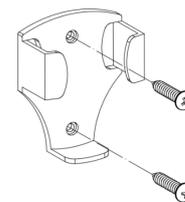

Abb. 10a
1. Suchen Sie eine geeignete Wand, um dort die Wandhalterung der Fernbedienung mit 2 Schrauben anzubringen. (Abb. 10a)